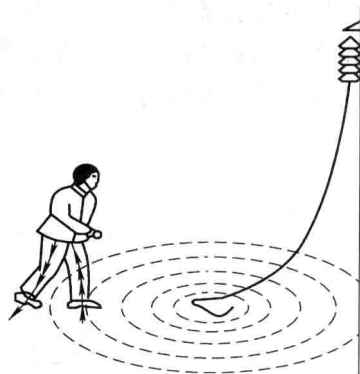

图1-3 跨步电压触电
(3) 跨步电压触电 当带电体接地使电流流入地下时,地面上以带电体接地点为中心形成不同电位,距接地点越近,电位越高,人在接地点周围,其两脚之间的电位差就是跨步电压。由跨步电压引起的触电,称为跨步电压触电,如图1-3所示。线路电压越高,人距接地点越近,两脚之间的跨距越大,跨步电压就越大,触电危险性越高。